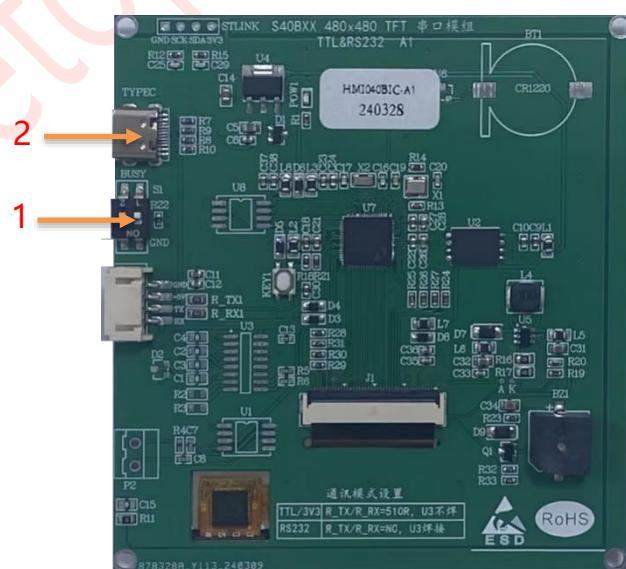

图 2-7: LT168B 接线示意图
| 图 2-7 : LT168B 接线示意图 | 11 |
1、接线说明，如前面图 2-7 所示，进行烧录前，先将标注 1 处的 BUSY 引脚和 GND 短接（即拨码开关拨到 ON），然后通过标注 2 处 USB 口连接电脑供电和通信。